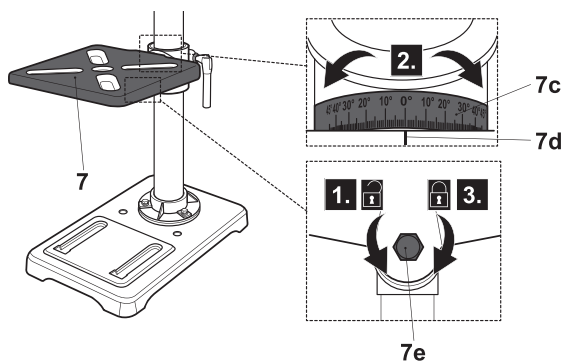

Fig. 14
- > Afloje ligeramente el perno hexagonal (7e) situado bajo la mesa del taladro (7) con una llave adecuada (Fig. 14, paso 1).
- > Incline la mesa del taladro (7) hasta que el puntero (7d) se alinee con el ángulo deseado en la escala (7c) (Fig. 14, paso 2).
- > Después, apriete el perno hexagonal (7e) (Fig. 14, paso 3).